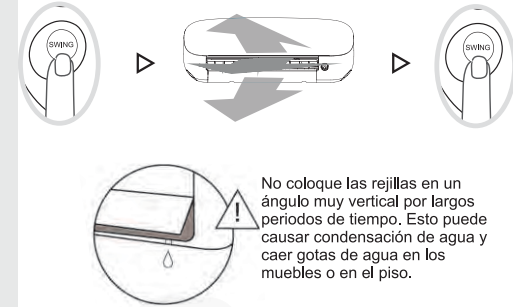

Fig. 6
- Cuando utilice el modo COOL o DRY, no coloque la rejilla en un ángulo muy vertical por largos periodos de tiempo. Esto puede causar condensación y caer gotas de agua en los muebles o en el piso. (Ver Fig 6)